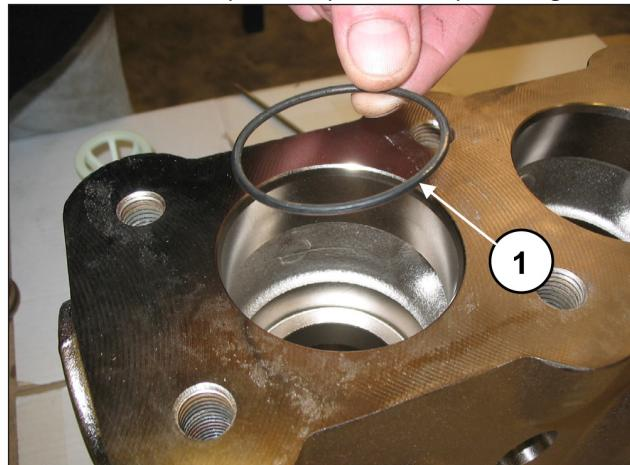

Fig. 120
Insira o anel circular, pos. de explosão nº. 5 (pos. ①, Fig. 120).